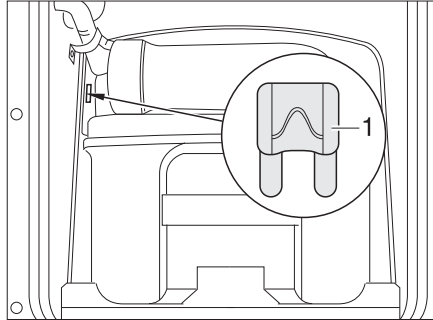
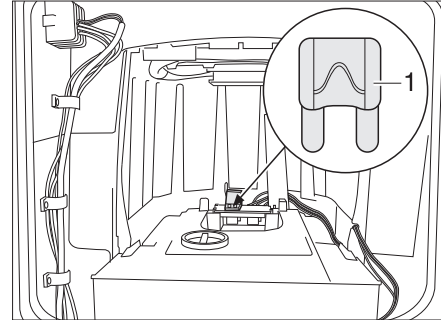

Bild 293 Sicherung der Thetford-Toilette
Bild 294 Sicherung der Thetford-Toilette (Alternative)
- Die Sicherung (Bild 293,1 bzw. Bild 294,1) wechseln.